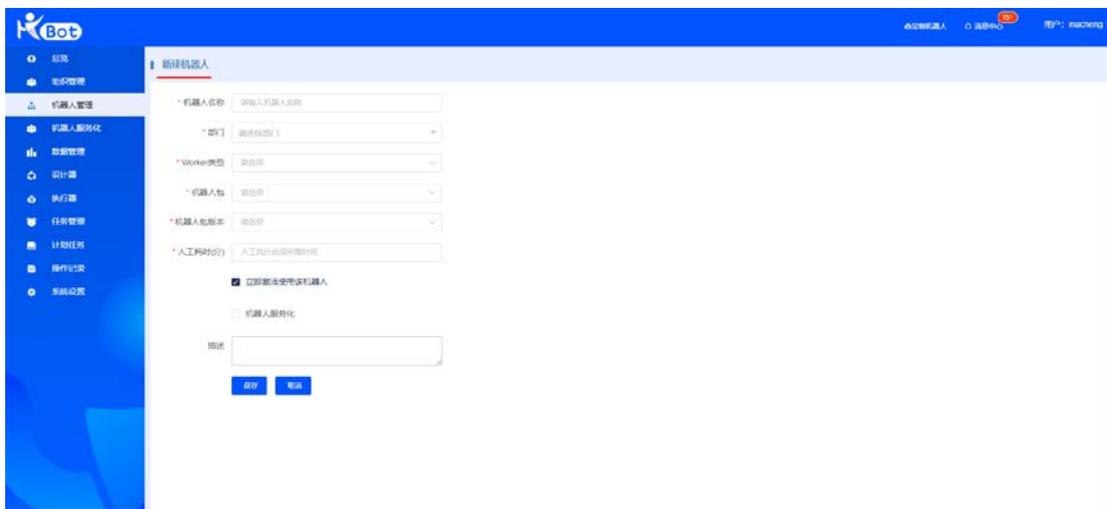

图 31
- 新建机器人：包括机器人名称、机器人所属部门、机器人模式、机器人包、机器人版本、人工耗时、激活选项、机器人服务化选项、机器人描述等，如图 31。